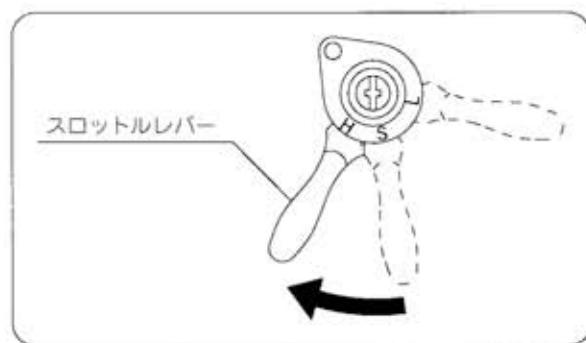

図9
⑤スロットルレバーを【高速（H）】位置の方に少し開きます。（図9）